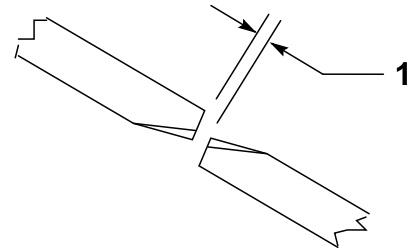

Bild 28
2. Drehen Sie ein mittleres und ein daneben befindliches seitliches Messer, sodass die Messerspitzen ausgerichtet sind. Messen Sie den Abstand zwischen den Messerspitzen (Bild 28).
Für den richtigen Betrieb des Mähwerks muss ein Abstand von 10 mm bis 16 mm zwischen den Messerspitzen des Seiten- und mittleren Mähwerks bestehen (Bild 28).